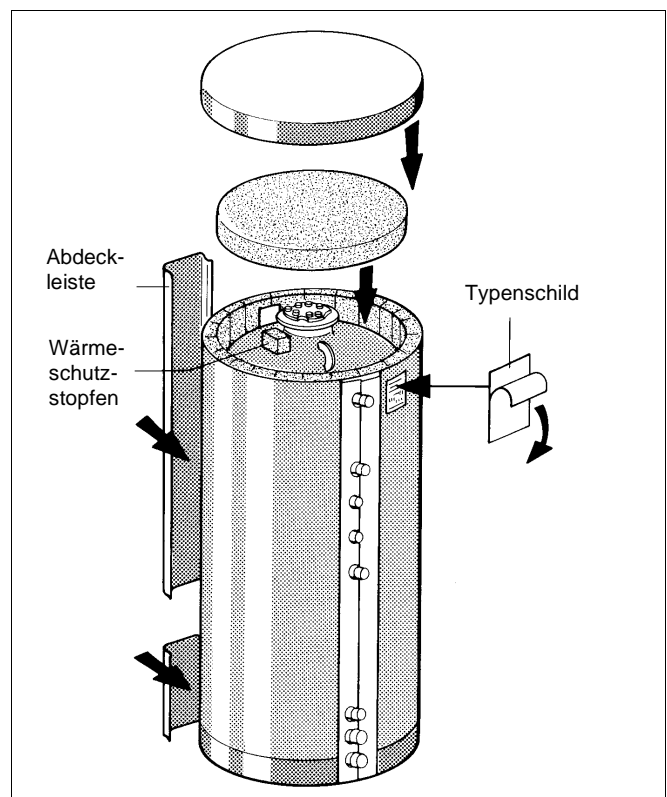

Abb. 8 Prinzipabbildung
- Rechteckiger Wärmeschutzstopfen von innen in den Ausbruch legen (Abb. 8).
- Obere Wärmeschutzscheibe so auf den Handlochdeckel legen, daß sie mit der Wärmeschutzmatte abschließt (Abb. 8).
- Speicherhaube (Kunststoffhaube) über die Wärmeschutzscheibe und den Rand der Wärmeschutzmatte aufsetzen (Abb. 8).
- Abdeckleiste auf die Verschußleiste der Wärmeschutzmatte aufstecken (Abb. 8).
- Schutzfolie von Typenschildrückseite abziehen und Typenschild oben rechts neben dem Stutzen „AB“ aufkleben (Abb. 8).
- Obere Wärmeschutzscheiben auflegen (Abb. 8).